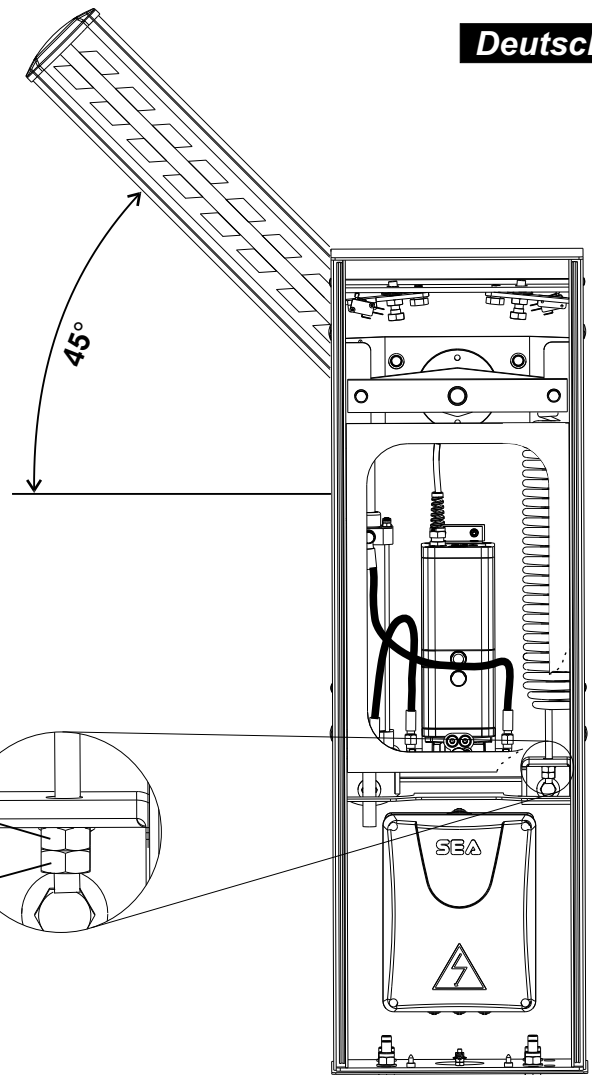

Abb. 13
- Den Baum mit Hilfe der manuellen Entriegelung entriegeln, sodass dieser manuell geöffnet und geschlossen werden kann (Abb.13).
- Die Zugfeder-Regelmutter so einstellen, bis die Zugfeder das Gewicht des 45° geneigten Schlagbaums ausgleicht (Abb.13). Sobald der Schlagbaum auf der in Abb.13 aufgeführten Stellung stillsteht, sind die richtigen Voraussetzungen für eine ideale Abstimmung gegeben.